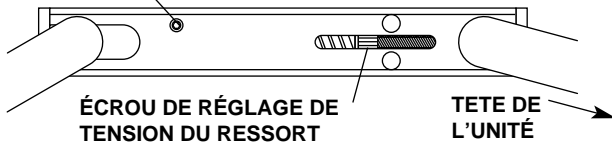

Figure 18. Dispositifs de réglage de la tension.
2. Lever le bras flexible du côté de la tête de l'unité jusqu'à ce que la vis de réglage de friction soit accessible par l'orifice d'accès, situé dans le bras (voir figure 18 à la page 15). Desserrer, sans retirer la vis de réglage, avec une clé à six pans de 5/32 pouce.